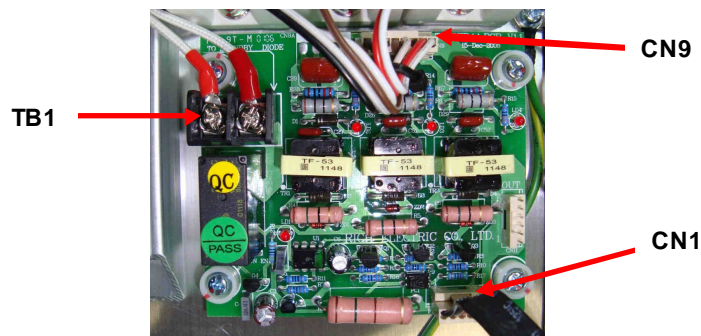

Рис. 7.11. Установка платы управления тиристорами.
7.11.1. Установить плату драйверов на место и закрепить четырьмя винтами (рис.7.11).
7.11.2. Соединить три разъема **CN16**, **CN17** и **CN18** кабелей управления модулями IGBT (рис.7.11).
7.11.3. Соединить разъем **CN3** кабеля питания платы (рис.7.11).
7.11.4. Закрепить винтом провод заземления к клемме TB1 (рис.7.11).
7.11.5. Соединить три разъема **CN13**, **CN14** и **CN15** кабелей датчиков тока (рис.7.11).
7.11.6. Соединить разъем датчика температуры **CN8** (рис.7.11).
7.11.7. Соединить разъем кабеля контроля предохранителя и кабеля управления вентиляторами **CN1** (рис.7.11).
7.11.8. Соединить разъем шлейфа платы управления тиристорами **CN11** (рис.7.11).
7.11.9. Закрепить разъем шлейфа ЦП **CN7** фиксаторами (рис.7.11).